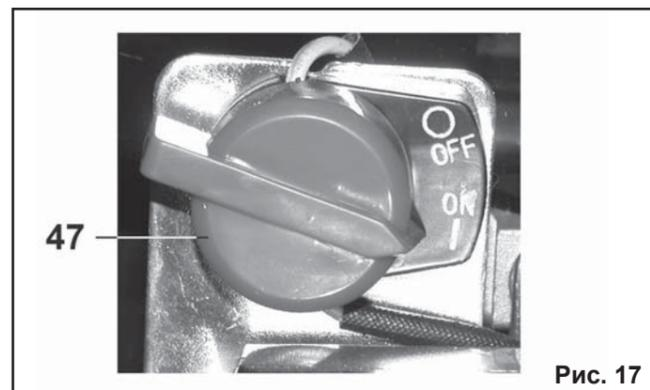

Рис. 17
8.1.5. Верните выключатель зажигания (47) в положение "ON" (Включено) (Рис. 17).